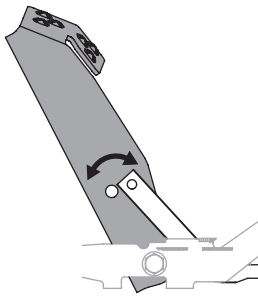

Figura 38
3. Coloque el pedal en la posición óptima según la preferencia del operador. Vea la Figura 38.